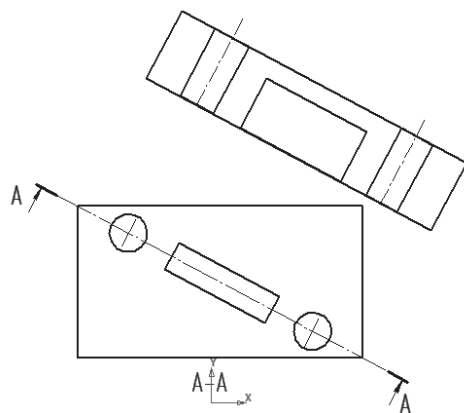

Рис. 105
6. Сделать активным *Вид 1*. Обратиться к панели инструментов *Обозначения*. С помощью команды *Разрез* показать линию разреза со стрелками и обозначить разрез А—А ниже изображения главного вида (рис. 105). Сразу после создания линии разреза автоматически запустится команда нового вида (*Вид 3*).